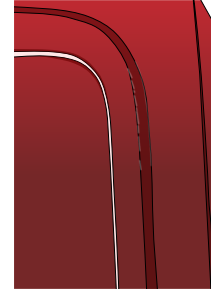

Figure 17
- › Chauffer entre 30 °C et 40 °C la partie creuse non coupée et descendre votre doigt de façon à plaquer l'adhésif. (FIG. 17)